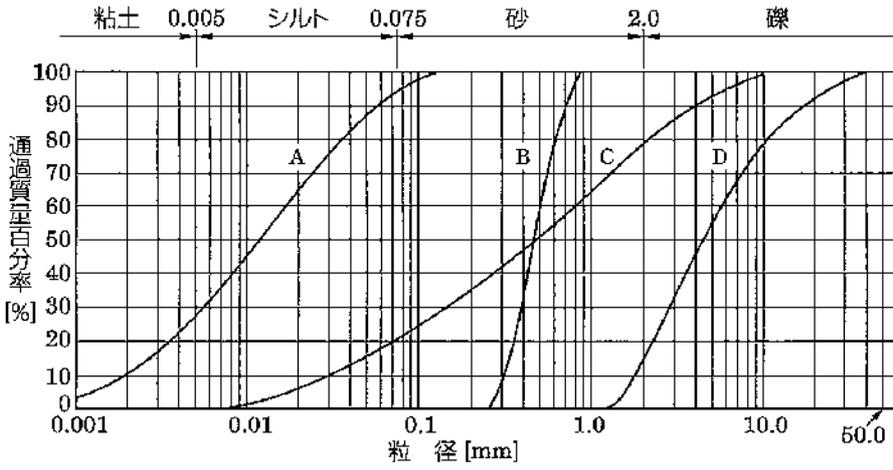

図6
問3 図6はA～Dの4種類の土の粒径加積曲線を示したものである。下線部②について、粒度分布がよい土はA～Dのどれか、記号で答えよ。